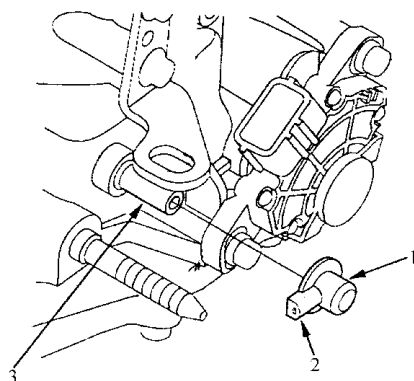

图 5-145 安装通风帽
62) 如图 5-145 所示, 将通风口朝向通气管的前侧(与变速器档位开关相对), 安装通风帽。